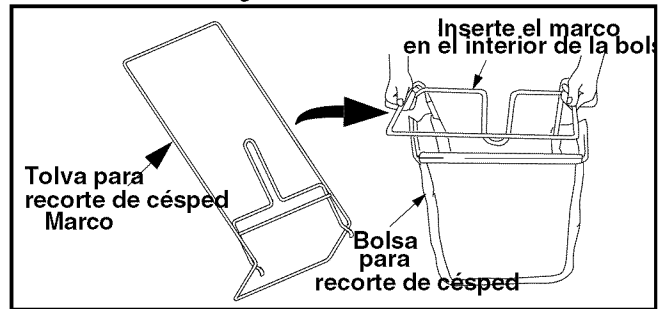

Figura 6
- Inserte el marco dentro de la bolsa para recorte de césped con el lado plástico negro en la base de la bolsa. Vea la Figura 6.